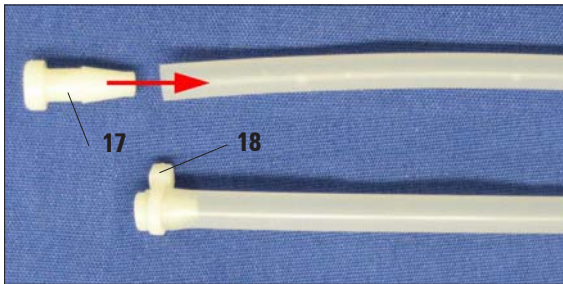

Fig. 27
Si solo se necesitan una o dos estaciones de lavado, los tubos que no se utilizan se deben cerrar con un tapón (17), véase la Fig. 27.
- Para ello, encajar los tapones en el extremo del tubo girándolos y, después, asegurarlos con una cinta de plástico (18).